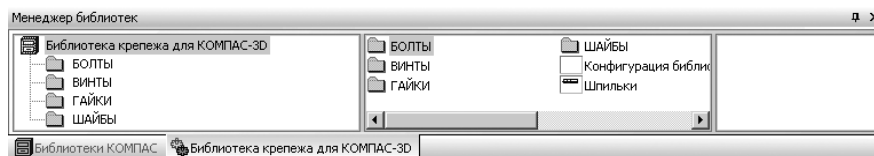

Рис. 6.64. Система управления библиотеками – **Менеджер библиотек** с открытой вкладкой **Библиотека крепежа для КОМПАС-3D** в режиме **Панель**
Аналогично можно подключить и другие нужные вам библиотеки. Одновременно появляется и активизируется вкладка **Библиотека крепежа для КОМПАС-3D** (рис. 6.64).
- щелкните дважды по нужной вам библиотеке, например, по библиотеке **Библиотека крепежа** или нажмите клавишу **Enter**, если эта библиотека выделена. Появится система управления библиотеками – **Менеджер библиотек** с открытой вкладкой **Библиотека крепежа для КОМПАС-3D** (см. рис. 6.64). На вкладке появятся разделы библиотеки;